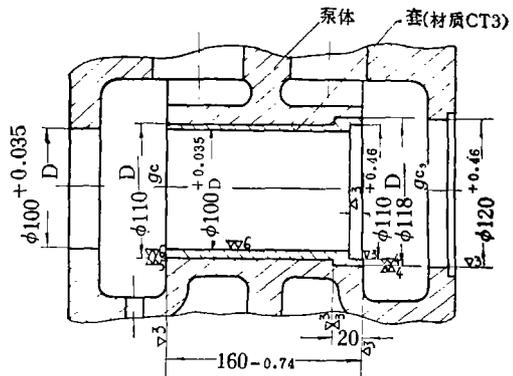

图 2
1.按图2所示，将磨损的泵体镶缸套处的孔径镗大后配套，套打入泵体后，其内径恢复了原设计尺